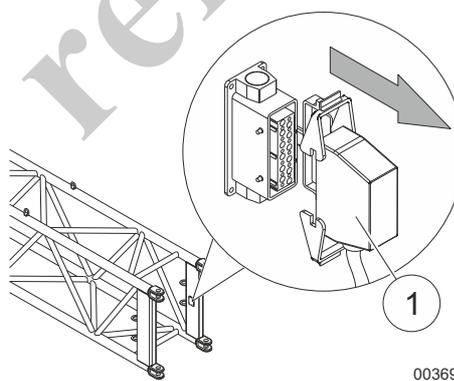

Fig. 249 Cable del interruptor limitador de elevación
- 19 Tire del cable del interruptor limitador de elevación de la sección de pluma de celosía para sacarlo del receptáculo (Fig. 249).